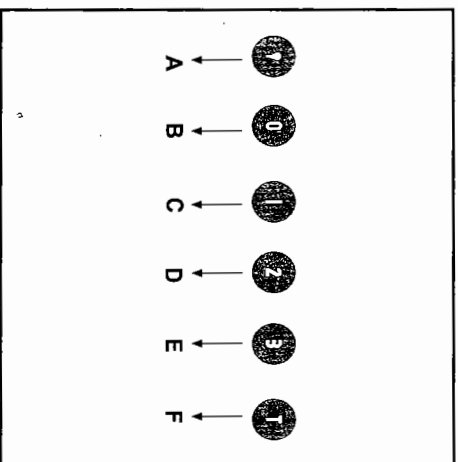

Fig.5
• **COMMANDES:** (Fig.5) **Lumineux** le symbole sont le suivant: